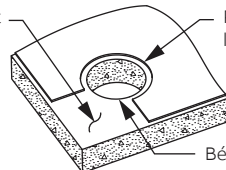

Figure 3
3.2 Percer un trou de 20,3 cm (8 po) de diamètre à l'aide d'une scie cloche. La dimension réelle du trou peut être d'un diamètre de 20,6 cm (8 1/8 po) en raison de la scie cloche et de la tolérance de construction du site. (Voir la Figure 3)